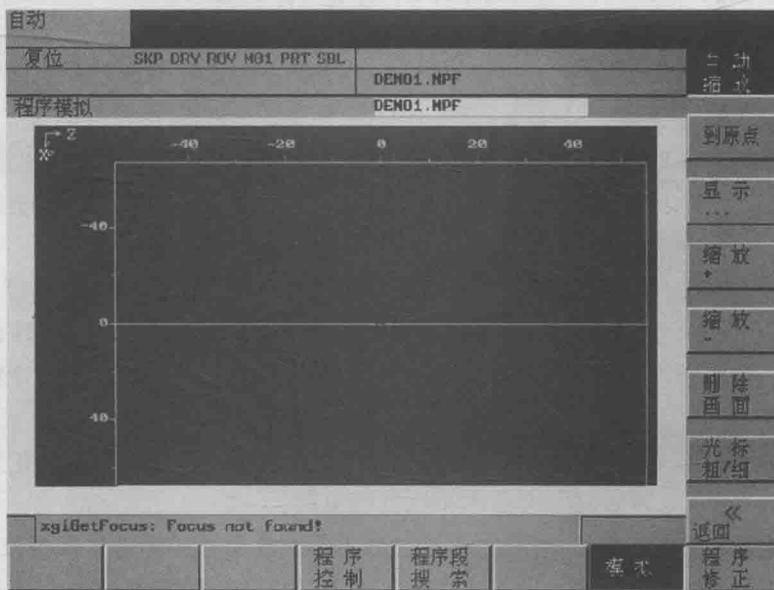

图 1-11 模拟初始状态
**Step 03** 按“模拟”键，再用缩放键调整屏幕，模拟初始状态如图 1-11 所示，此时用“启动”键可以调试程序。